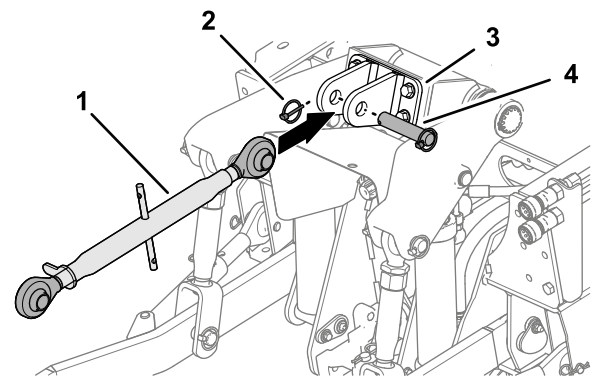

Figura 16
- Si se retiró, instale el brazo superior del enganche de 3 puntos (Figura 16) en la unidad de tracción.